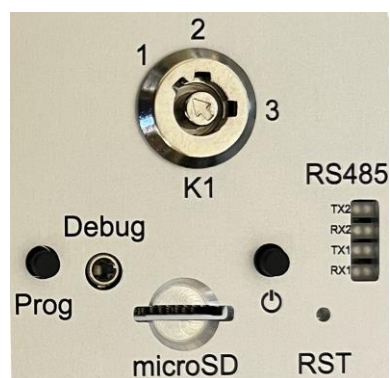

Рисунок 1.2 – Замок аппаратного ключа «K1», кнопка включения питания, кнопка «Prog», разъем «Debug», прорезь для установки «microSD»
- замок аппаратного ключа «K1» (см. рисунок 1.2) для переключения оператором режимов работы МП20.1. Состояние ключа доступно для считывания в виде МЭК переменной ведущего процессорного модуля, подключенного к корзине расширения под управлением МП20.1.